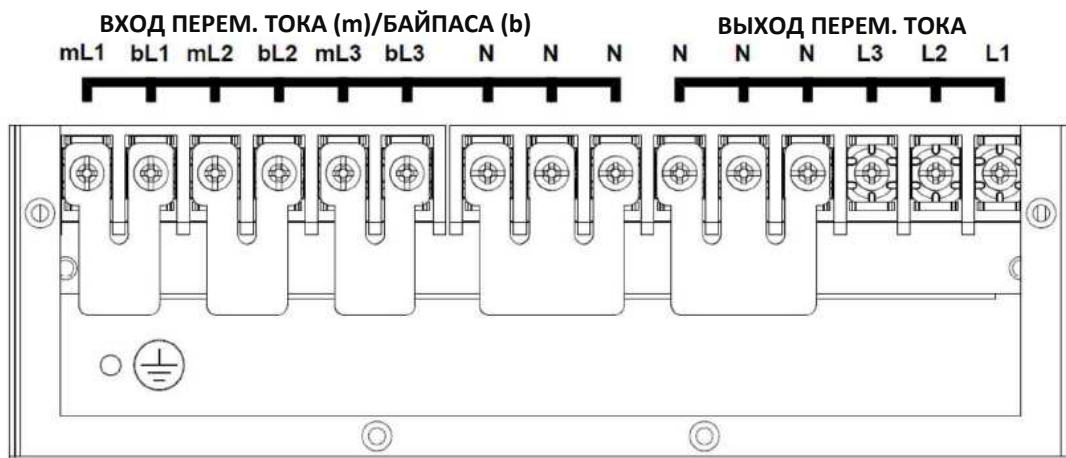

Рис. 6-11. Установка шины БРП для конфигурации с трехфазным выходом и входом от одного источника питания
1. Установите шины в соответствии с *рис. 6-11*.